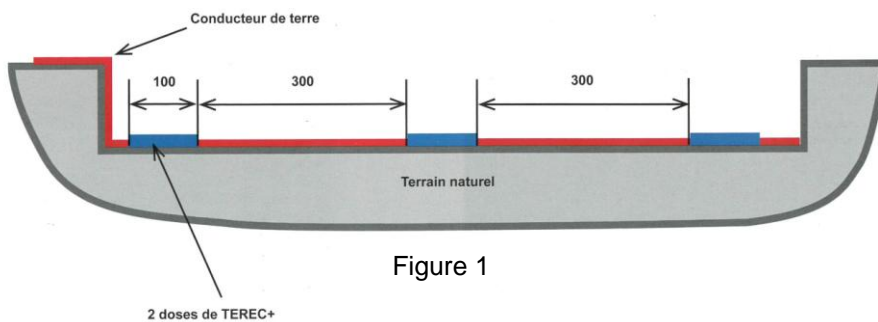

Figure 1
3. Former avec le produit hydraté un cordon de 1m sur l'électrode (prévoir 2 doses de TEREC+) et si celle-ci dépasse 5m, traiter sur 1m tous les 3m (voir figure 1).